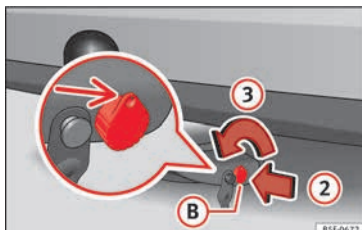

Fig. 228 Desbloquear cerradura
- Introduzca la llave (B) en la cerradura en sentido de la flecha (2) » fig. 228.
- Gire la llave en el sentido de la flecha (3) de la manera, que la parte agujereada de la llave se muestra hacia arriba.